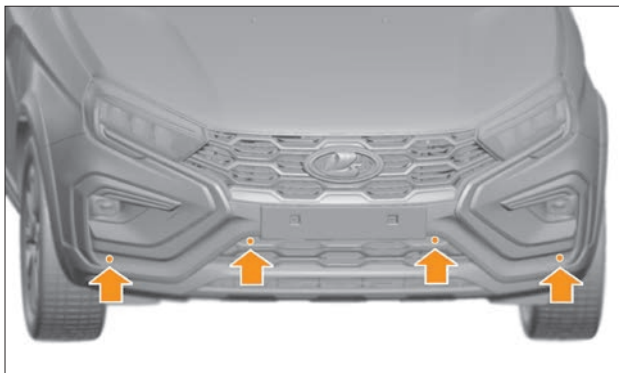

Рис. 5.15.2. Передние датчики восьмиканальной СБП
- восьмиканальная СБП дополнительно имеет четыре датчика в переднем бампере (рис. 5.15.2).